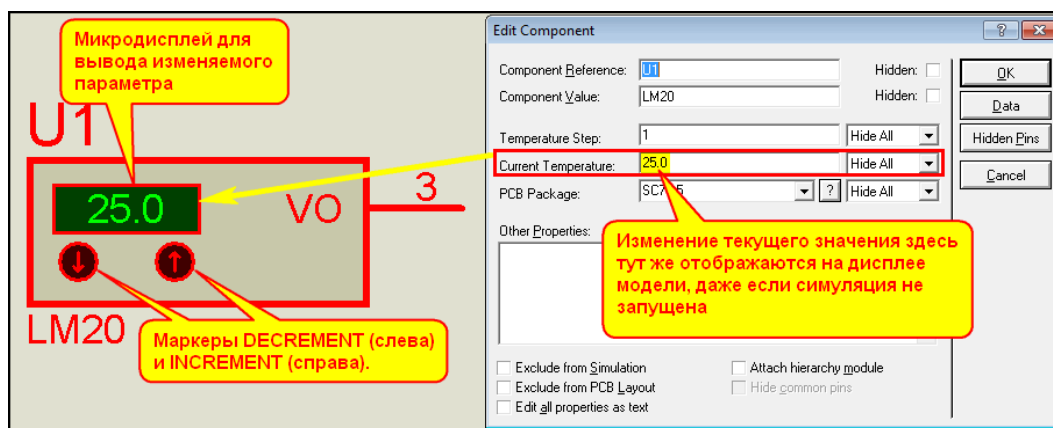
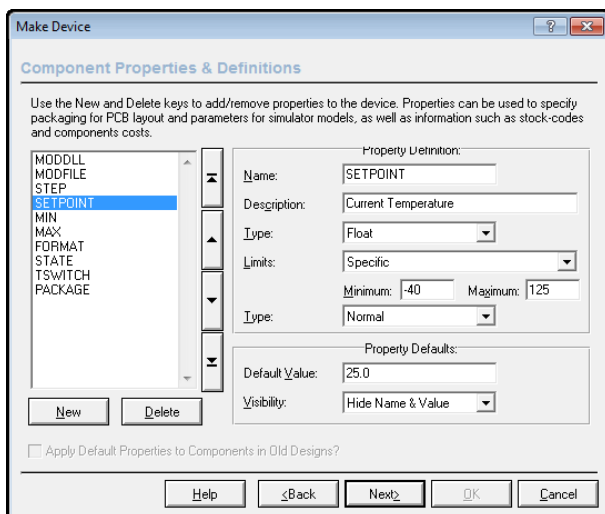
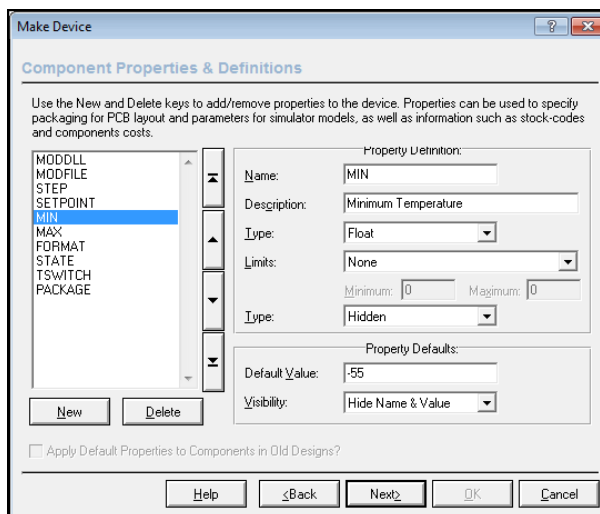
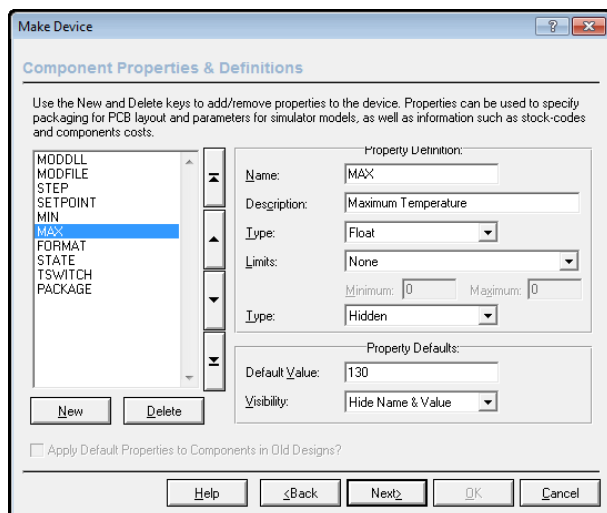

Рис. 30
Рис. 34
Рис. 35
Рис. 36
Само название библиотеки, если разложить его на составляющие и перевести, говорит о ее назначении, **Set point** в переводе с английского – «установить точку». Именно для этих целей и написана **SETPOINT.DLL**. С параметрами, которые можно использовать при использовании данной библиотеки, проще всего познакомиться на конкретном примере. **SETPOINT.DLL** достаточно широко применяется в моделях Протеуса и мы встретим ее почти везде, где встречаются маркеры **INCREMENT** и **DECREMENT** и «миниатюрный дисплей» для вывода числового значения изменяемого параметра (Рис. 30). Для изучения свойств я выбрал модель температурного датчика LM20, хотя можно было воспользоваться и любой другой моделью с присутствующими в ее составе характерными элементами. Вы уже наверняка применяли в своих проектах подобные модели и знаете, что клик мышкой по маркеру **INCREMENT** (стрелка вверх) дает приращение параметра на один шаг (в этой модели **Temperature Step** в свойствах), а клик по маркеру **DECREMENT** (стрелка вниз) уменьшает значение на один шаг.
**SETPOINT** – установленная точка (Рис.34). Это свойство задает модели начальное (стартовое) значение. Опять-таки, поскольку у нас датчик температуры, то ему и задано **Description** как **Current Temperature**. Тип задан тоже **Float**, а вот на графу **Limits** я прошу обратить особое внимание. В ней из раскрывающегося списка выбран тип **Specific** (надеюсь, хоть это слово переводить не надо) и ниже заданы особые ограничения минимальное **-40** и максимальное **125**. Т.е. это предельные значения для задания температуры. Я не знаю, какие цели преследовал автор модели, задавая именно эти значения здесь, так как для большинства модификаций датчиков **LM20** эти значения по даташиту равны соответственно **-55** и **130**. Но в одном я ему благодарен, поскольку у меня есть возможность показать, как это ограничение работает в **ISIS**. Если вы попытаетесь открыть окно свойств датчика (Рис. 30) и ввести там для **Current Temperature**, допустим значение **128** и попытаетесь потом закрыть окно свойств, то получите предупреждение о недопустимом значении температуры. Аналогичное сообщение выскочит и при задании температуры ниже **-40**. Ну, больше для этого свойства ничего интересного нет, следующий **Type** задан **Normal**, поэтому в окне свойств модели (Рис. 30) мы видим **Current Temperature** отдельной строкой с доступным для изменения окошком значения, которое по умолчанию для «свежевытащенной» из библиотеки модели равно **25** градусам (окошко **Default Value** на рисунке 34).
Ну а теперь небольшой фокус. Для отдельно стоящих свойств **MIN** (Рис. 35) и **MAX** (Рис. 36) заданы соответственно именно те значения из даташита **-55** и **130**. Эти свойства передают программной модели **SETPOINT** пределы изменения нашего параметра с помощью кнопок-маркеров **INCREMENT** и **DECREMENT**. Так вот, автор здесь задал значения шире, чем те пределы в свойстве **SETPOINT**. И с помощью этих кнопок мы можем изменять температуру именно в пределах **-55...130**, и Протеус при этом ругаться не будет. Вот такой парадокс. Ну, раз уж мы плавно перескочили к рассмотрению свойств **MIN** и **MAX**, то хочу обратить ваше внимание на то, что для них нижний **Type** задан **Hidden** (скрытый). Поэтому в окне свойств датчика **LM20** (Рис. 30) мы их не видим, но можем увидеть и даже менять заданные значения, если поставим галочку **Edit all properties as text** в левом нижнем углу этого окна. Более о них сказать нечего, **Minimum Temperature** и **Maximum Temperature** говорят сами за себя.